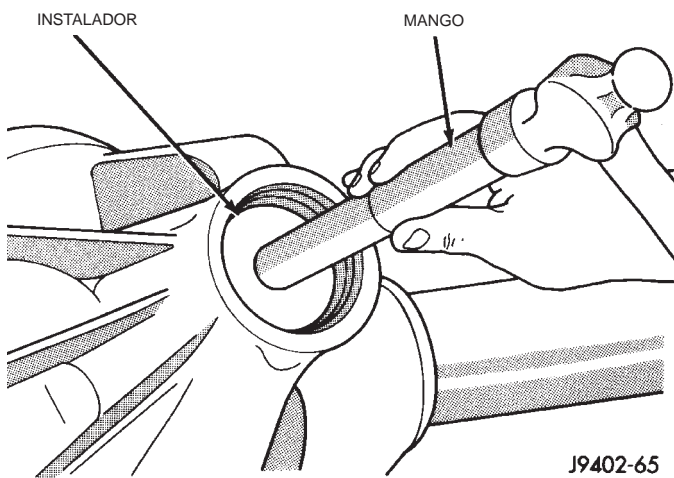

Fig. 42 Instalación de la cubeta del cojinete exterior del piñón
(3) Aplique lubricante en barra Mopar® Door Ease, o uno equivalente, a la superficie exterior de la cubeta del cojinete delantero del piñón. Instale la cubeta del cojinete con el instalador D-130 y el mango insertador C-4171 (Fig. 42).